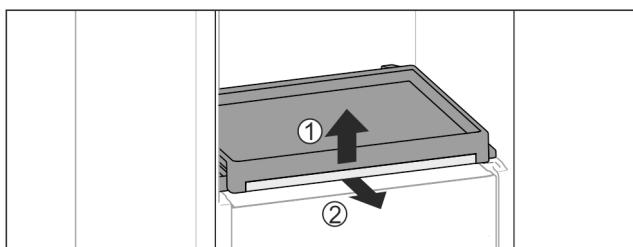

Fig. 77
- Витягніть витяжну панель зі скляною полицею: Підніміть трохи скляну полицю спереду Fig. 77 (1) та витягніть вперед Fig. 77 (2).